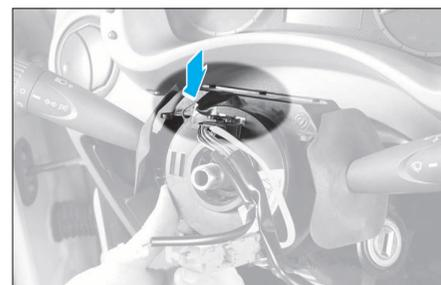

FIG. 7
- Apposer du ruban adhésif comme illustré (Fig.7) sur le platine tournante du contacteur tournant.